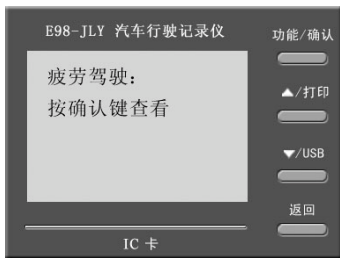
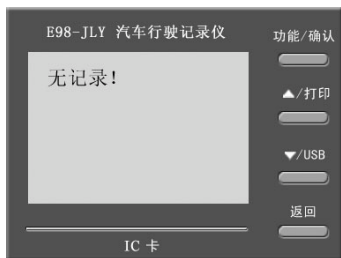
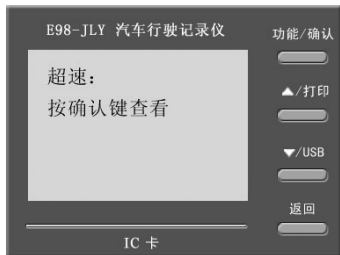

图 16
图 17
图 18
- 1) 操作步骤：先按“功能”键，再按“▲”或“▼”选择到“疲劳驾驶记录”项，按“确认”键显示第一次疲劳驾驶的年、月（如图 16），再按“▼”显示起始的年、月、日、时、分，再按“▼”显示终止的年、月、日、时、分（最多查看 14 条记录）。当司机无疲劳驾驶时，显示为“无记录”。（如图 17）
- 1) 操作步骤：先按“功能”键，再按“▲”或“▼”选择到“超速记录”项，当屏幕显示“请按确认键查看”时（如图 18），按“确认”键可查看第一次超速的最高车速和超速时间，按“▼”可查看下一条记录（可查看最近 7 条）。当该车无超速记录时，显示为：“无记录”（如图 17）。